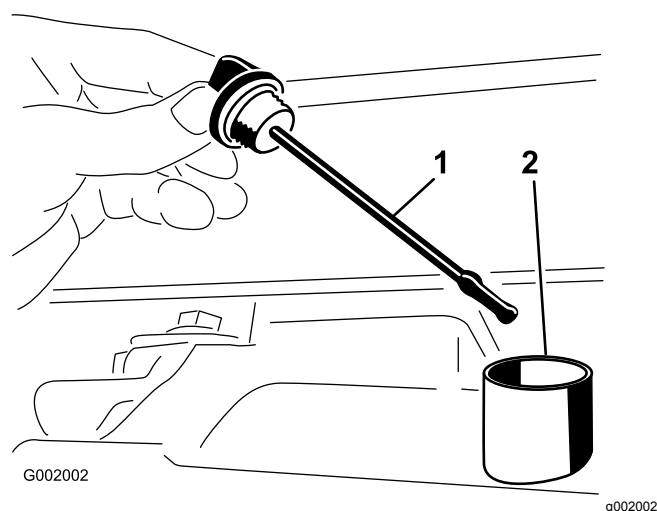

Рисунок 49
2. Выньте масломерный щуп моста с коробкой передач и протрите его чистой ветошью (Рисунок 49).